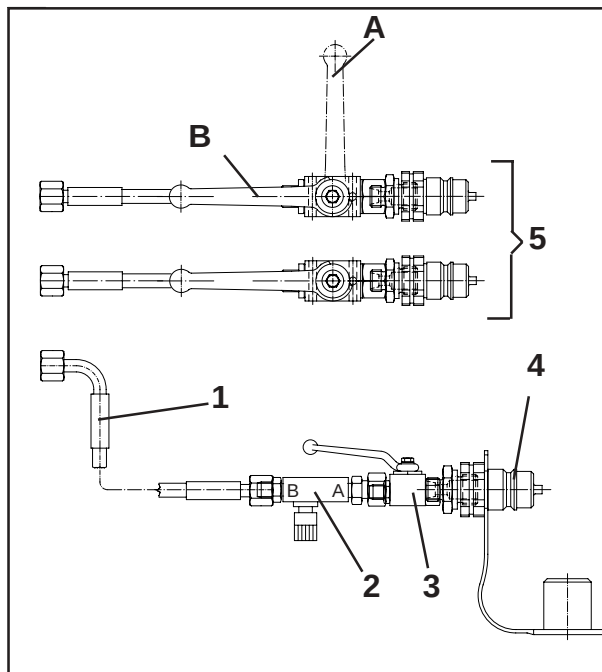

Fig. 22
- en hydraulanslutning (Fig.22/1)
- en inställbar strypning (Fig.22/2)
- en avstängningskran (Fig.22/3)
- en snabbkoppling (Fig.22/4).
stängd: Fig.22/A
öppen: Fig.22/B
- Pos.5, Fig.22: på spridaren befintliga hydraulanslutningar för spjällreglering
- Pos.1-4, Fig.22: hydraulanslutning för Limiter